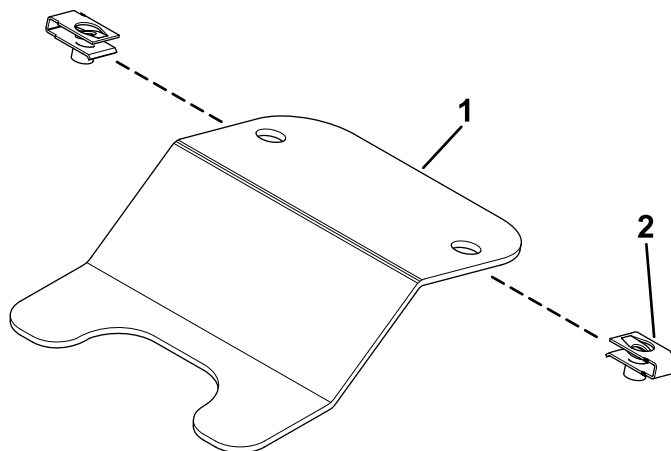

Figura 27
1. Installate le 2 clip sull'adattatore per prigionieri (Figura 27).